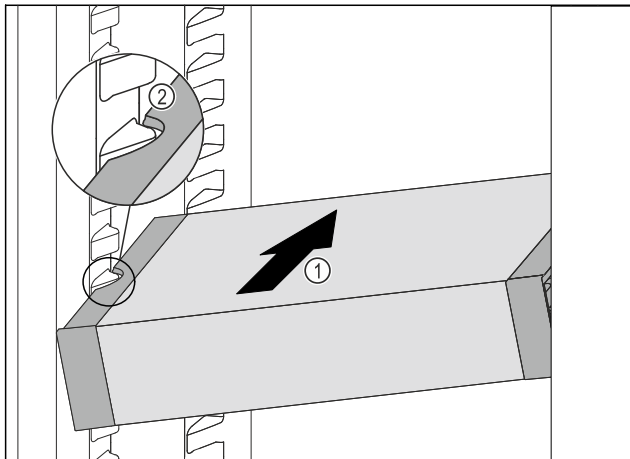

Fig. 163
- ▶ VarioSafe schräg in das Kühlteil einschieben Fig. 163 (1), bis sich die seitlichen Aussparungen Fig. 163 (2) des VarioSafes auf Höhe der Behälterrippe im Kühlteil befinden.